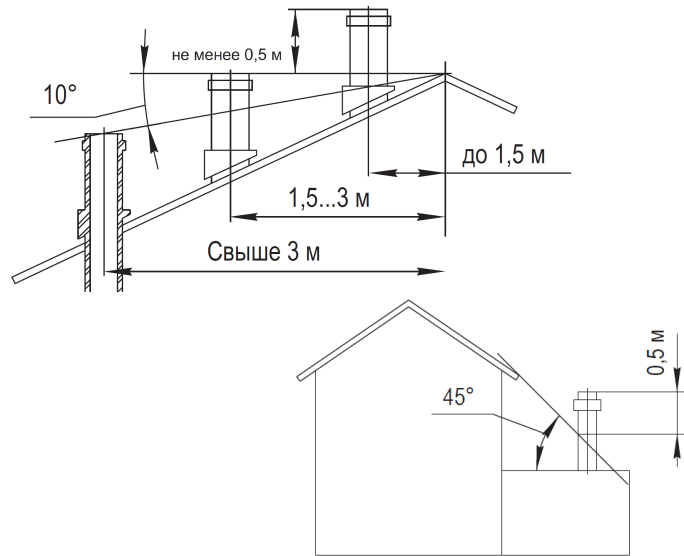

рис. 6 – Схема расположение дымовой трубы
- высота трубы над крышей должна быть не менее размеров, указанных на рис.6;